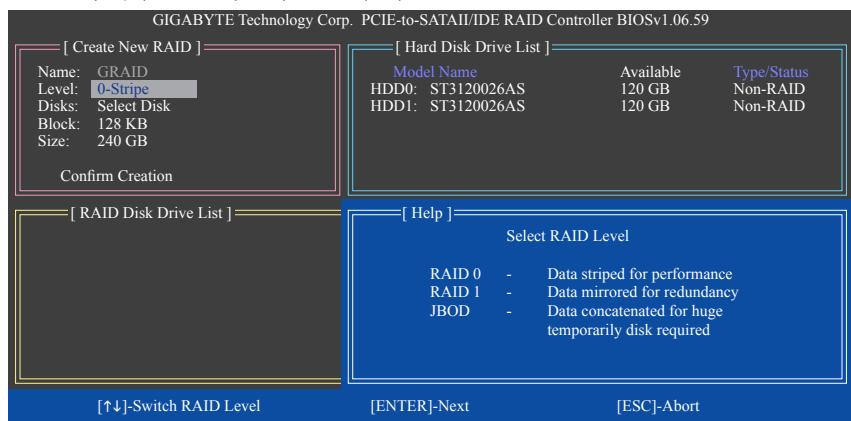

图5
请在「Create New RAID」选项框内依序设置制作磁盘阵列所需的数据。(图5)
2. 选择要制作的磁盘阵列模式(Level): 以<↑>或<↓>键选择要制作的磁盘阵列模式, 选项有 RAID 0 (Stripe)、RAID 1 (Mirror)及JBOD (图5)。完成后按<Enter>键移至下一步骤。